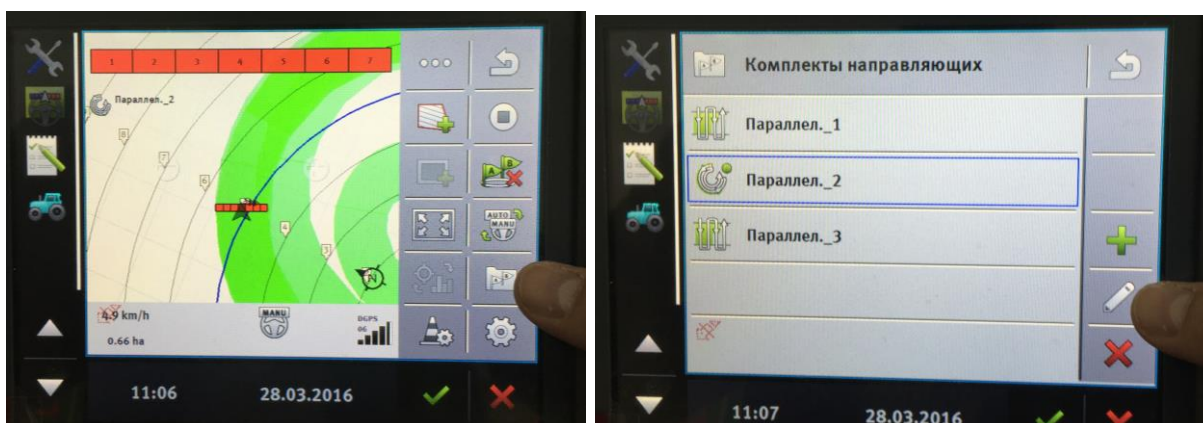

Рисунок 7.18 – Выбор режима управления
2. Перейти к выбору других режимов управления  –  (рисунок 7.18).